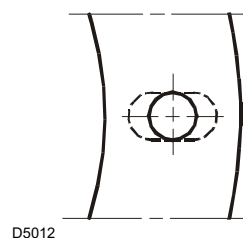

Abb. 7
- Falls erforderlich, die Bohrungen der Isolierdichtung erweitern (Abb. 7).